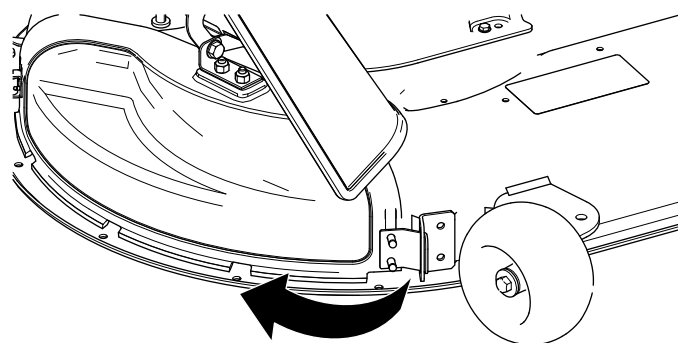

Figure 14
4. Ramenez le couvercle d'éjection vers le plateau de coupe de sorte à les aligner (Figure 14).